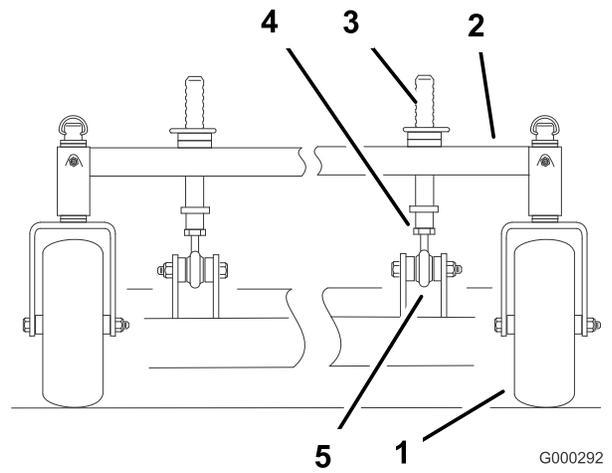

Figura 67
2. Para elevar la parte delantera de la carcasa, afloje la contratuerca y haga girar el pilar delantero en el sentido de las agujas del reloj (Figura 67).
3. Para bajar la parte delantera de la carcasa, afloje la contratuerca y haga girar el pilar delantero en el sentido contrario de las agujas del reloj (Figura 67).
6. Apriete las contratuercas (Figura 67).
1. Para cambiar la inclinación longitudinal, pueden ajustarse los pilares delanteros de ajuste de altura de corte (Figura 67).